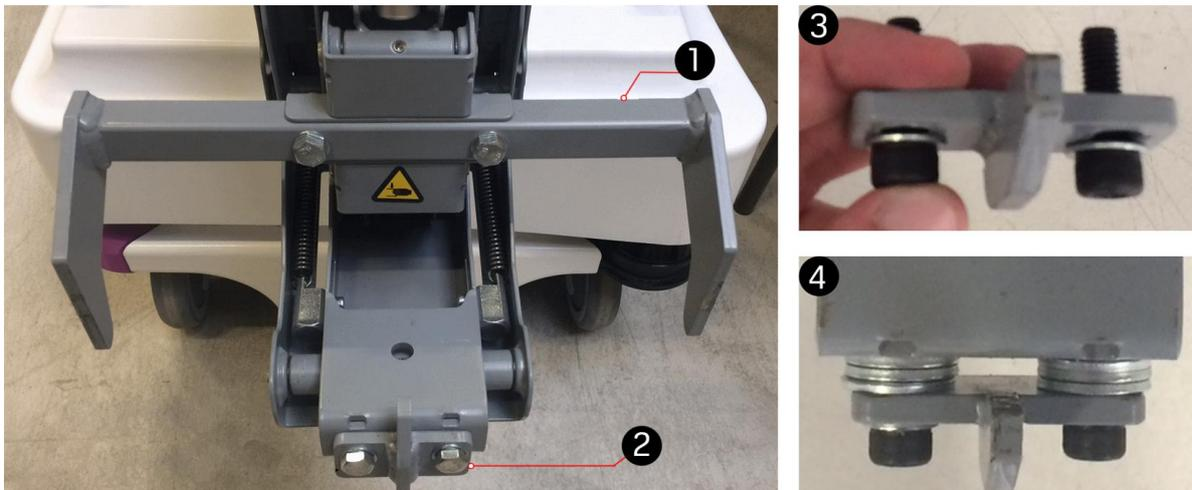

Abbildung 9.2. Bei der Greiferanpassung verwendete Teile
Der Greifer kann angepasst werden, wenn Länge oder Dicke des Griffbereichs bzw. der Griffstange am Transportwagen leicht von den Spezifikationen abweichen. *Abbildung 9.2* zeigt die Teile, die für die Anpassung des Greifers benötigt werden. Die Greiferlänge kann durch Abschrauben des oberen Greifers (1) und die Anpassung der Länge zwischen den Armen geändert werden. Der untere Greifer (2) kann so angepasst werden, dass der Greifer eine dickere Griffstange umfassen kann. Demontieren Sie hierfür den unteren Greifer (3) und setzen Sie Distanzscheiben an dessen Montagehalterung (4) ein.